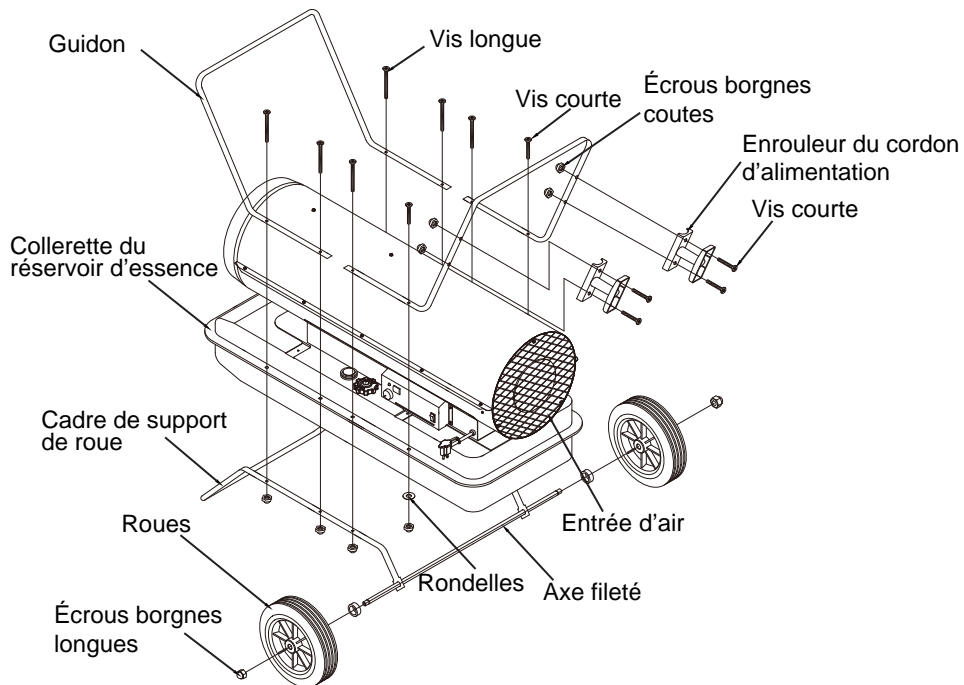

Figure 3. Ensemble roues et poignée
- 3) Placer le radiateur sur le cadre de support de roue. S'assurer que l'entrée d'air (arrière) du radiateur est par-dessus les roues. Aligner les trous sur la collerette du réservoir de combustible. Insérer les vis longue à travers les poignées (avant et arrière), la collerette du réservoir de combustible et le cadre de support de roue. Insérer les vis courte à travers les poignée arrière, la collerette du réservoir de combustible et les rondelles plates courte, comme l'illustre la Figure 3, et serrer l'écrou à la main après avoir inséré chaque vis.
- 6) Insérer les vis à travers le dispositif d'enroulement du cordon, poignée arrière, comme l'illustre la Figure 3, et serrer l'écrou à la main après avoir inséré chaque vis.